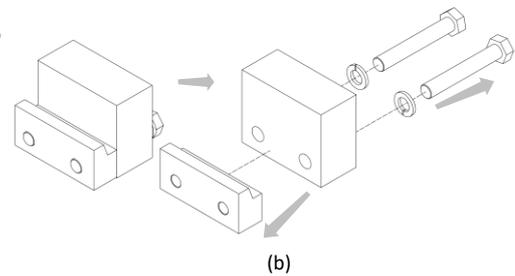

Figure 6
4. Retirer les crochets inférieurs de l'équipement (voir *Figure 6*).